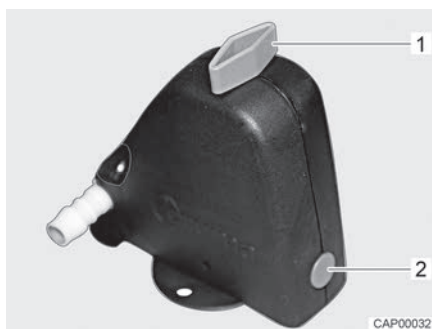
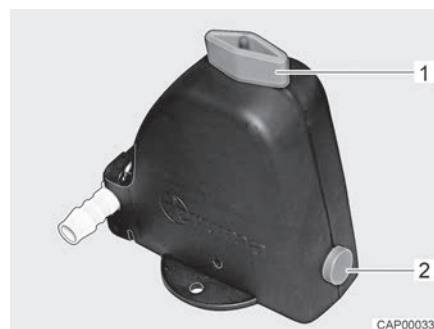

Bild 111 Säkerhets-/avtappningsventil stängd
Bild 112 Säkerhets-/avtappningsventil öppen
- Öppna säkerhets-/avtappningsventil (Bild 111). Vrid vredet (Bild 111,1) mot säkerhets-/avtappningsventilen. Tryckknappen (Bild 111,2) skjuts ut. Den öppna säkerhets-/avtappningsventilen visas i Bild 112.